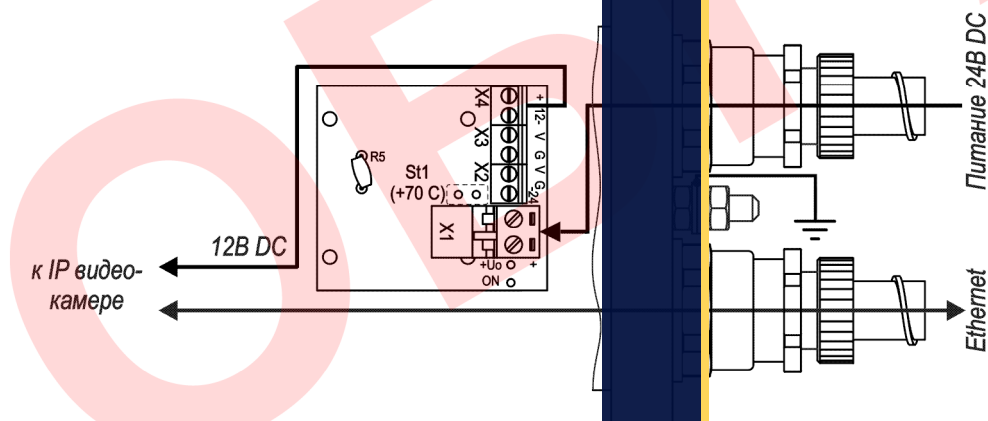

Рис.2 Подключение изделия
3. Подключить кабель Ethernet к локальной сети. Подключить кабель питания к источнику питания 24 В DC, соблюдая полярность. Монтаж и подключение блока питания и сети Ethernet произвести в соответствии с руководством по эксплуатации ИР-463132.003 РЭ (п.3) и рис.2 данного паспорта.